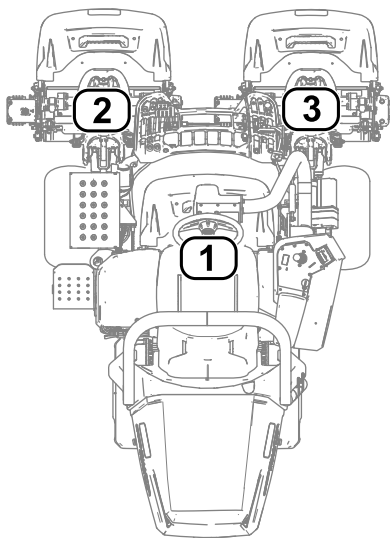

図 31
- 1 は中央カッティングユニット 図 31
- 2 は左前カッティングユニット 図 31
- 3 は右前カッティングユニット 図 31